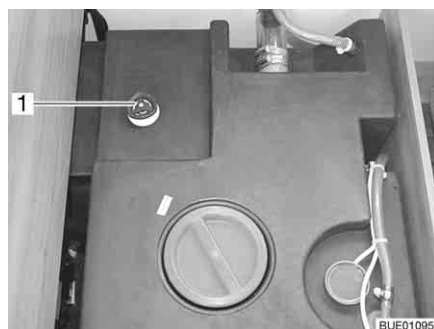

Fig. 240 Réservoir d'eau avec poignée tournante
- Faire tourner à fond dans le sens des aiguilles d'une montre la poignée tournante (Fig. 240,1) située sur le réservoir d'eau.
- Faire tourner la poignée tournante (Fig. 240,1) située sur le réservoir d'eau dans le sens inverse des aiguilles d'une montre jusqu'à ressentir une résistance. L'eau s'écoule, 60 litres restent.